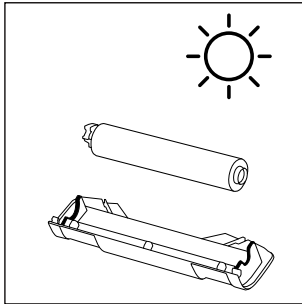

Abb. 37
- ◆ Lassen Sie die Bürstenrolle **6** und den Spritzschutz **7** vollständig trocknen, bevor Sie diese wieder am Gerät anbringen (siehe Abb. 37).